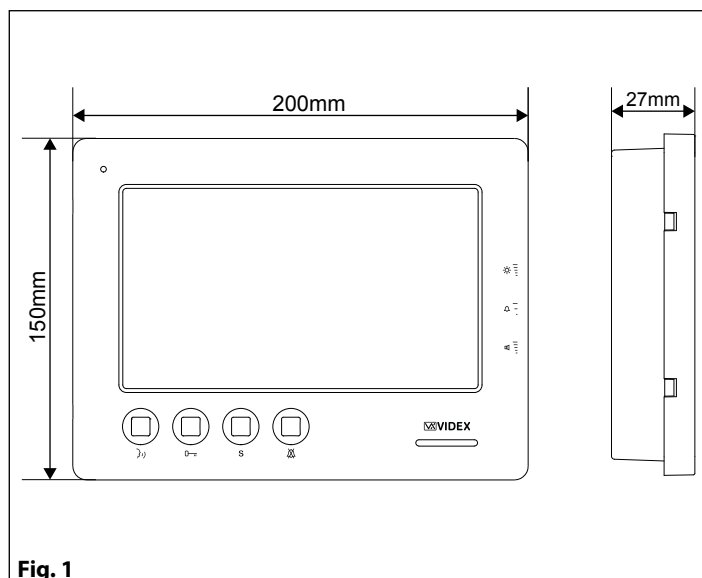

Fig. 1
1. Poser le boîtier de surface au mur (il doit y avoir 165-170 cm entre la partie haute du boîtier et le terrain, comme illustré sur la Fig. 1) et prendre les références pour les trous de fixation en tenant compte que le groupe de fils **(E)** (Fig. 2) doit traverser le trou **(D)** (Fig. 2) du boîtier de surface. Si le sens du boîtier n'est pas indiqué, la charnière doit être à gauche :